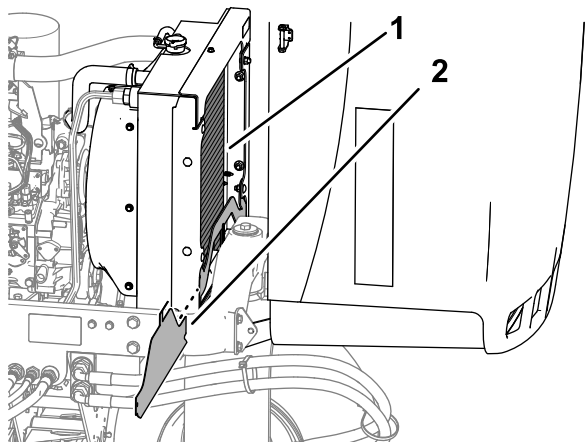

図 72
4. 下側ラジエターシールドを外す **図 72**。
5. ラジエターの裏表を、水または圧縮空気ですっきりと清掃する **図 72**。